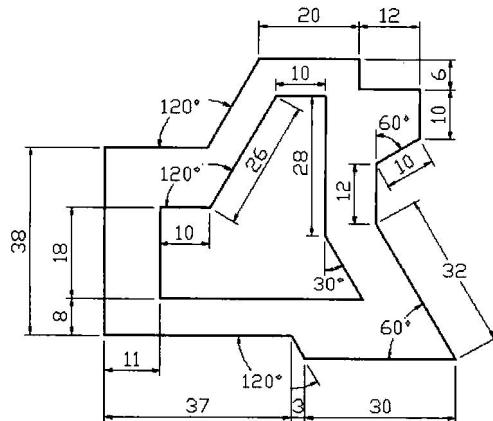

图1-7
**【练习1-7】：** 设定极轴追踪角度为 30°，打开极轴追踪，然后通过输入线段的长度绘制图 1-7 所示的图形。